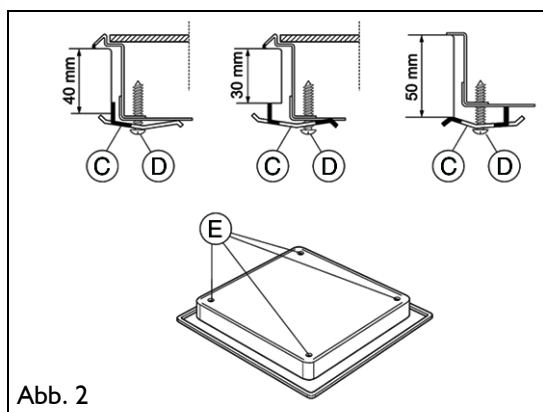

Abb. 2
Bei einer Arbeitsplatte aus Holz verwenden Sie die mitgelieferten Befestigungsklammern (A) und Schrauben (B) (Abb. 1). Zum Installieren des Kochfelds auf anderen Oberflächen als Holz (Marmor, Stein usw.) bitten wir Sie, die Befestigungsplatten (Abb.2) Art.Nr. 4819 404 78697 beim Kundenservice anzufordern.